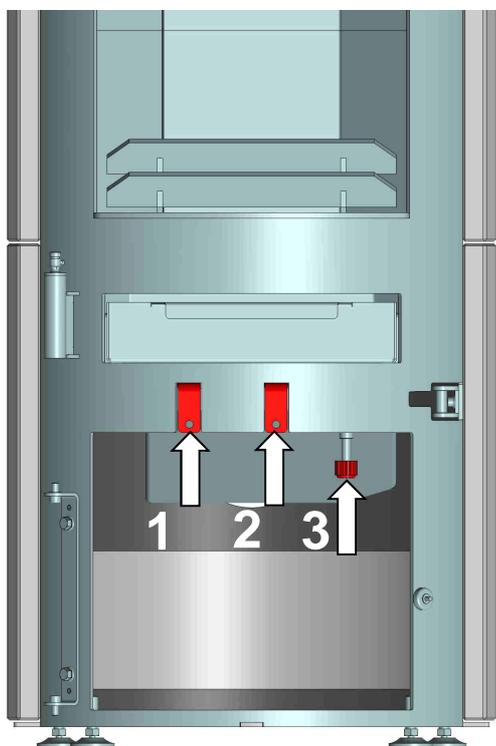

Abb. 21: Position Luftschieber
Die Luftschieber des Kaminofens befinden sich hinter der Klappe unter dem Feuerraum (Abb. 21).
Der Primärluftschieber steuert die Luft über den Gussrost (Abb. 21 Pos. 1).
Der Sekundärluftschieber steuert die Luft für die Scheibenspülung, und sollte daher nie ganz geschlossen sein (Abb. 21 Pos. 2)!
Das Einstellrad des wodtke Thermoreglers befindet sich im Holzlagerfach (Abb. 21 Pos.3). Der Thermoregler öffnet und schließt automatisch in Abhängigkeit von der Temperatur des Ofens die Primärluft.
- Speziell Sekundärluftschieber (siehe Abb. 21 auf Seite 14) nie ganz schließen, da dann keine Scheibenspülluft mehr auf die Sichtscheibe kommt.